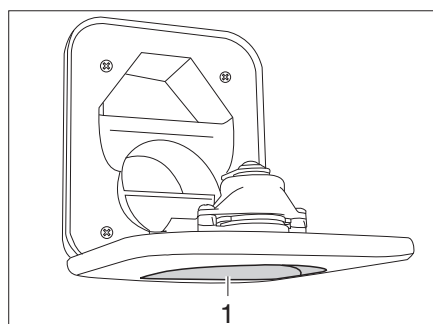

Bild 279 Frischwasser-Einfüllstutzen für Toilette
- Frischwasser-Einfüllstutzen für Toilette (Bild 279,1) oberhalb der Klappe für den Fäkalientank öffnen und nach unten schwenken.